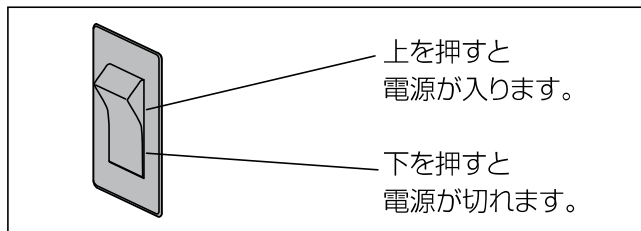

図2 電源スイッチ拡大図
…このスイッチの上側を押すと電源が入ります。逆に下側を押すと電源が切れます。 **図2 参照**
- 1.扉⑨を開けて電源スイッチ④の上側を押して、扉 ⑨を閉めてください。**P8 図2 参照**